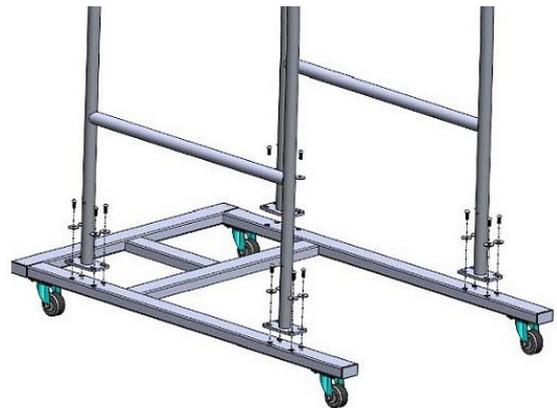

Abb. 7: Gestell montieren
Schritt 3: Befestigen Sie die Halterung mit Schrauben und Unterlegscheiben am Fahrgestell (Abb.7).